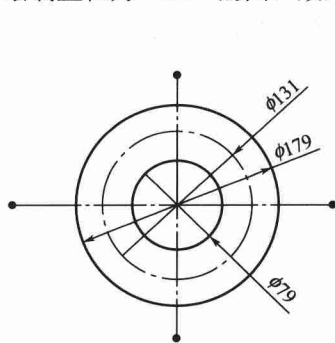

图 1-12 绘制圆
⑤ 单击“草图”工具栏上的“圆”按钮，以原点为圆心绘制一个直径为“131”的圆，在“圆”属性管理器中，勾选“作为构造线”复选框。效果如图 1-12 所示。